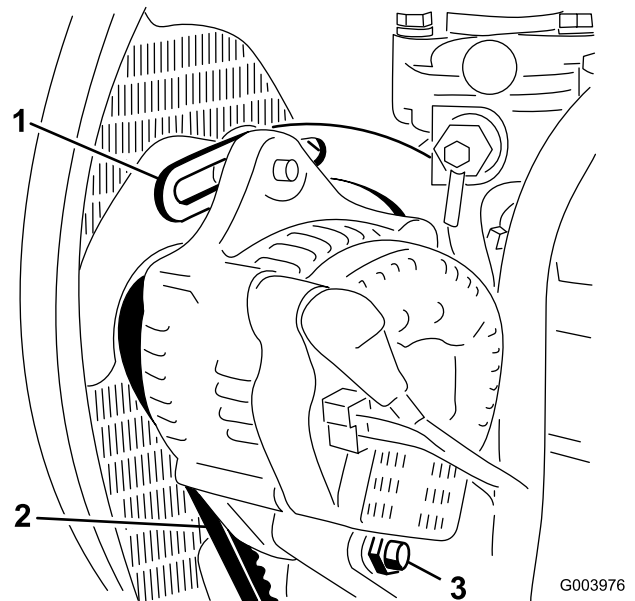

Bild 54
2. Prüfen Sie die Spannung des Keilriemens, indem Sie eine Kraft von 10 kg auf halber Entfernung zwischen der Lichtmaschine und den Kurbelwellenriemenscheiben ansetzen (Bild 54).
3. Lockern Sie die Schrauben, mit denen der Bügel am Motor befestigt ist sowie die Schraube, mit der die Lichtmaschine am Bügel befestigt ist (Bild 54).